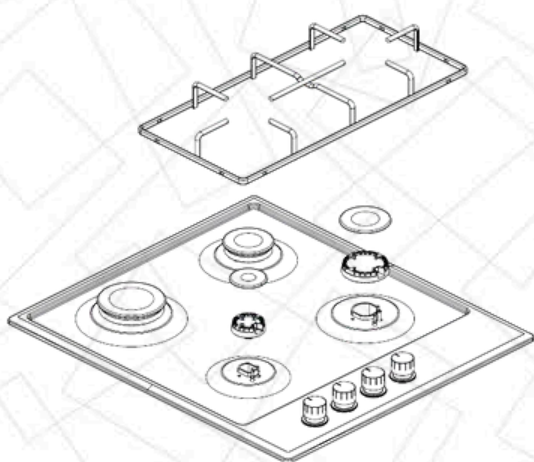

Figura 1
1. Rimuovere la griglia, il coperchio del bruciatore e il bruciatore, in modo da rendere visibile l'iniettore (vedere Figura 1).